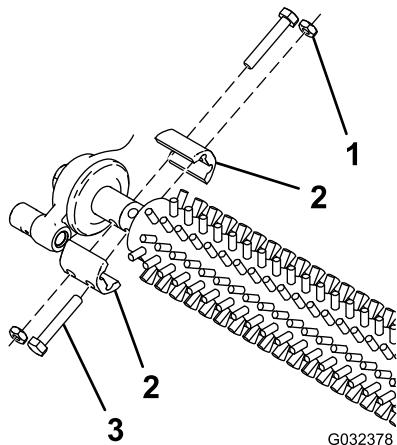

Bild 10
3. Verwenden Sie die vier vorher entfernten Schrauben, Klemmmuttern und Wellenklemmen und befestigen Sie die Groomerbrüste an beiden Seiten der Maschine (**Bild 10**).